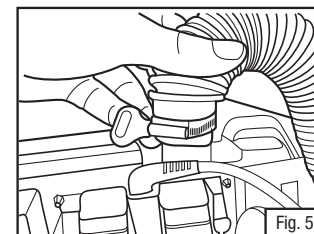

Fig. 5
- Faire glisser cette extrémité du tuyau de respiration sur la sortie de l'ensemble respirateur d'épuration d'air propulsé turbo jusqu'à ce qu'elle soit fermement appuyée contre le carter du souffleur à moteur (Fig. 5).